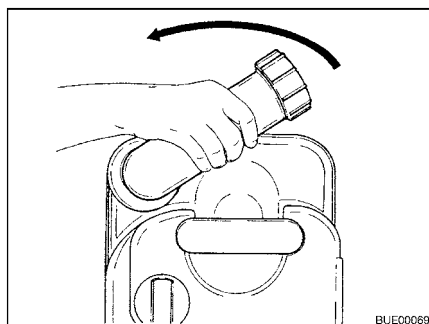

Fig. 279 Girar el tubo de vaciado
- Girar hacia arriba el tubo de vaciado (Fig. 279).